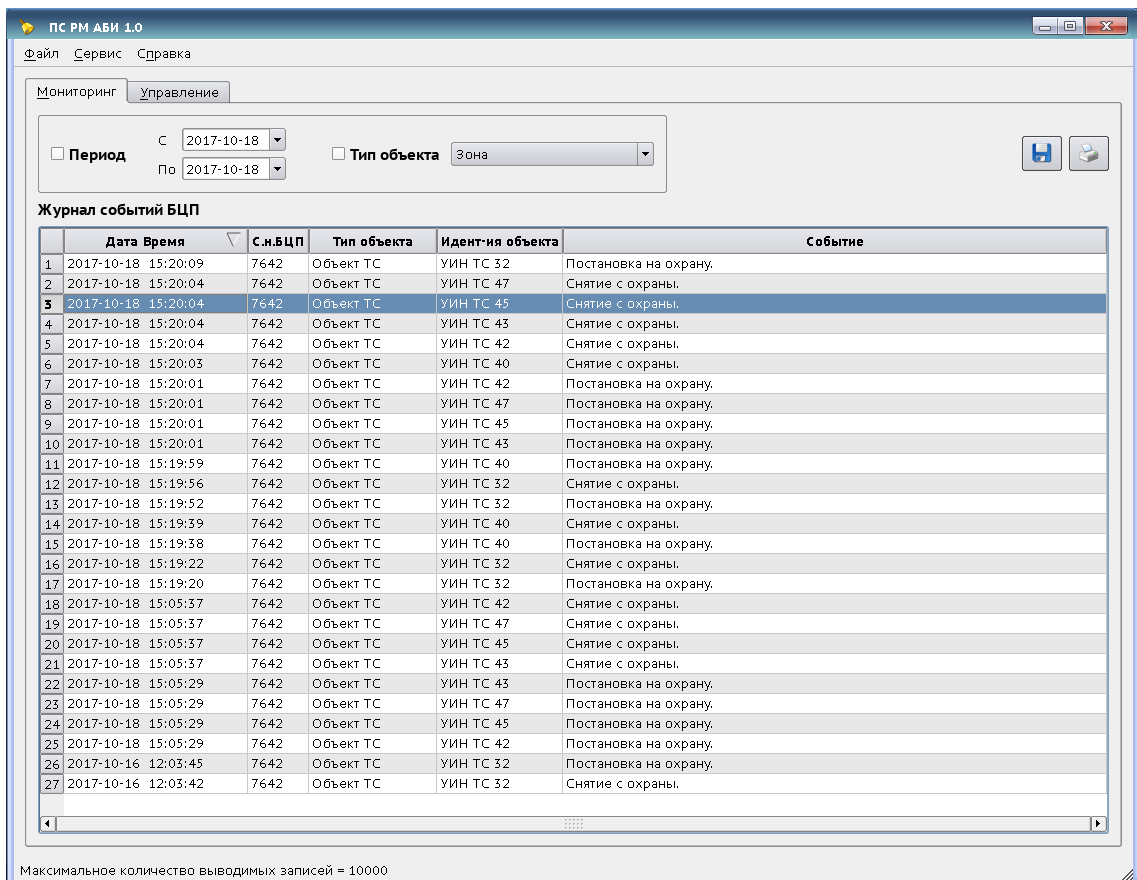

Рис. 7 – Вкладка «Мониторинг»
- перейти на вкладку «Мониторинг» (рис. 7);